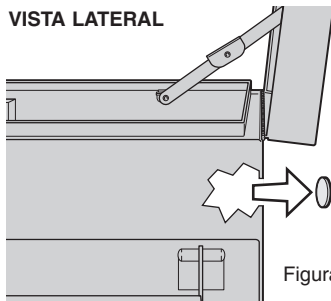

Figura 4
2. Con un destornillador y un martillo, golpee el obturador desde el interior de la caja, de modo que el aro metálico caiga fuera de ella (figura 4).